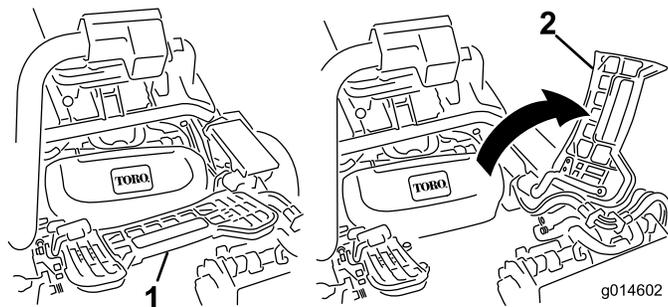

Figure 29
1. Relevez le repose-pieds pour accéder à la position du plateau de coupe central (Figure 29).